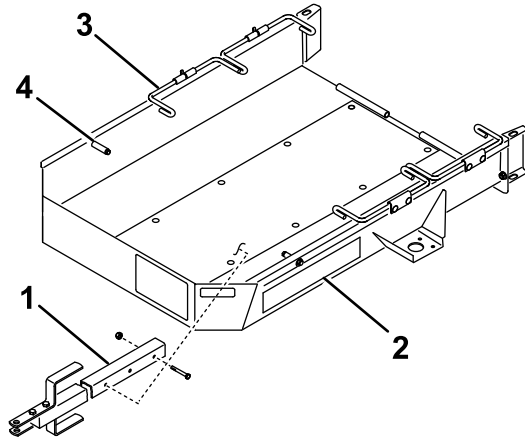

Figura 1
1. Monte la barra de tracción en el soporte de montaje de la cara inferior de la plataforma del remolque con 2 pernos ($\frac{3}{8}$ " x $2\frac{3}{4}$ ") y 2 contratuercas (Figura 1).
4. Mueva el acelerador a la posición más lenta y conduzca la máquina **lentamente** hasta que las ruedas de transporte toquen los topes del remolque (Figura 1).
6. Pivote hacia abajo el primer juego de varillas de sujeción de la rueda, detrás de las ruedas de transporte (Figura 1).